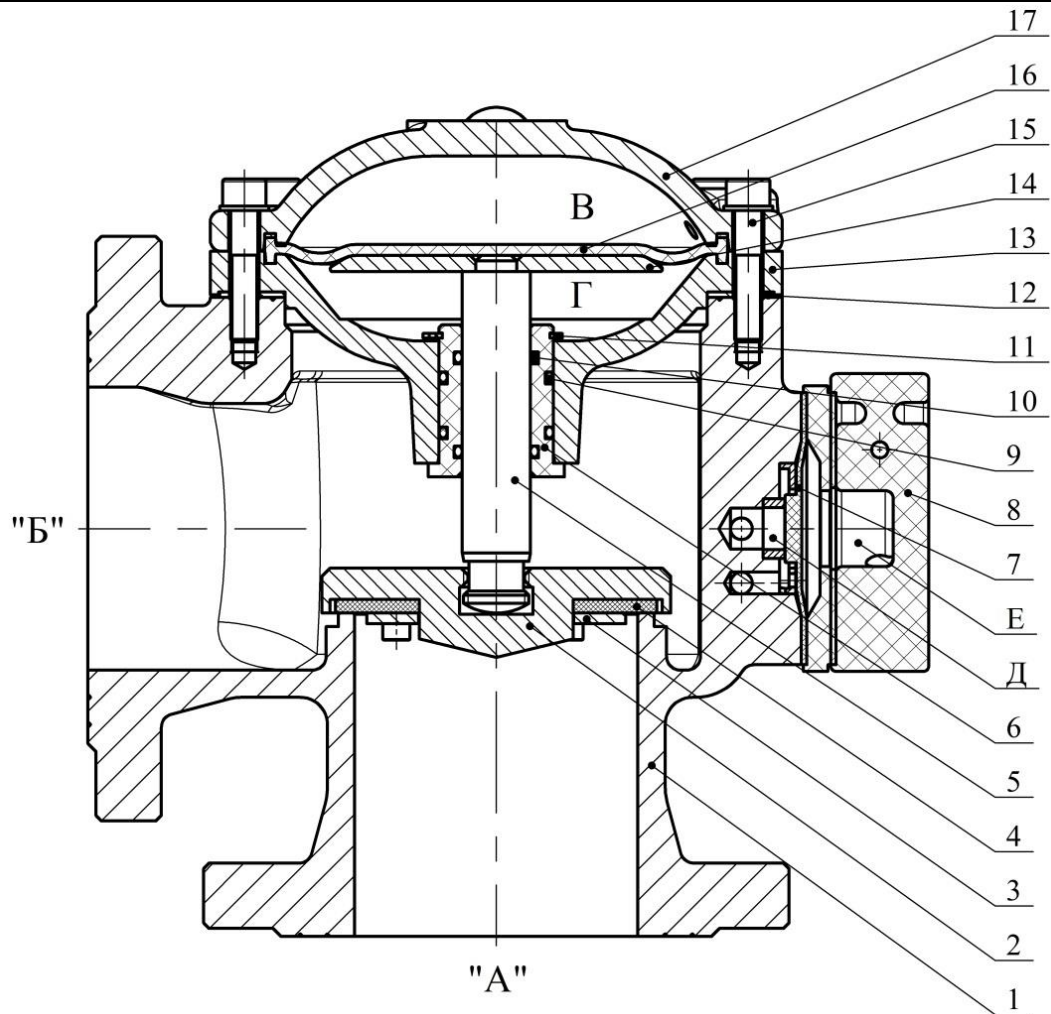
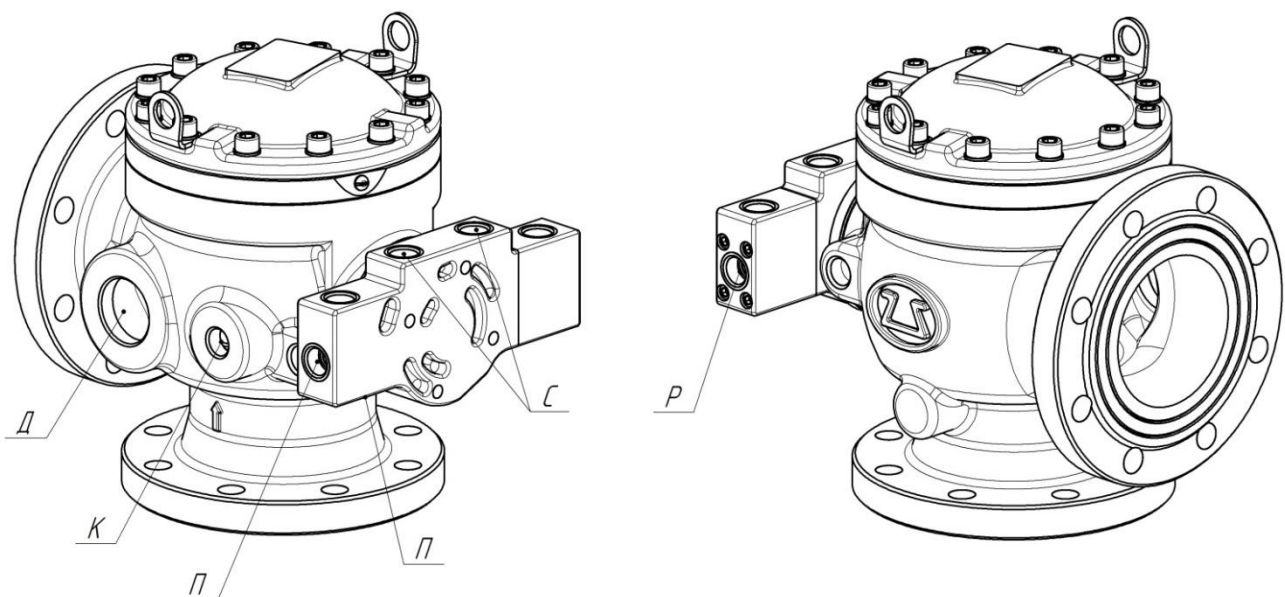

Рисунок 1 - Клапан мембранный универсальный КСД типа КМУ
Рисунок 2 - Клапан мембранный универсальный КСД типа КМУ. Общий вид
Клапан (рисунок 1; приложение И) состоит из корпуса 1 с входным "А" и выходным "Б" отверстиями, модуля 8, крышки 17, перегородки 13, соединенных с корпусом винтами 15. Между крышкой 17 и перегородкой 13 установлена мембрана 16, разделяющая рабочую камеру клапана на две полости В и Г и опирающаяся на опорный диск 14, закрепленный на штоке 5, который жестко связан с самоустанавливающимся затвором клапана, состоящим из клапана 2 и резиновой пластины 4, закрепленной при помощи диска 3. В корпусе 1 выполнена посадочная поверхность (седло), предназначенная для герметичного разделения полостей А и Б при закрытом затворе клапана. Герметичное соединение корпуса 1 и перегородки 13 обеспечивается прокладкой 12, а штока 5 и перегородки 13 - уплотнительными кольцами 10 установленными во втулке направляющей 6, которая закрепляется в перегородке 13 посредством кольца 11. Герметичность между втулкой 6 и перегородкой 13 обеспечивается кольцами 9. Корпус 1 и модуль 8 образуют побудительную камеру, разделенную мембраной 7 на две полости Д и Е. Полость В клапана связана каналом с полостью Д и рабочим отверстием "Р" (рисунок 2), предназначенным для подключения к рабочему трубопроводу для заполнения их рабочей средой и создания в них давления. Полость Д связана каналами с полостью Г и сигнальным отверстием "С", предназначенным для подключения сигнального устройства и дренажной линии. Полость Е через канал в модуле 8 связана с побудительным отверстием "П", предназначенным для подпитки побудительной линии через дросселирующее отверстие в канале отверстия "Р". Дренажное отверстие "Д", расположенное в полости Б, предназначено для быстрого слива огнетушащего вещества (далее ОТВ) при техническом обслуживании.
5.16 Клапан обратный (КО2) находится внутри модуля 8 (рисунок 1) и препятствует сбросу давления в рабочей камере клапана при уменьшении давления в подводящем трубопроводе.